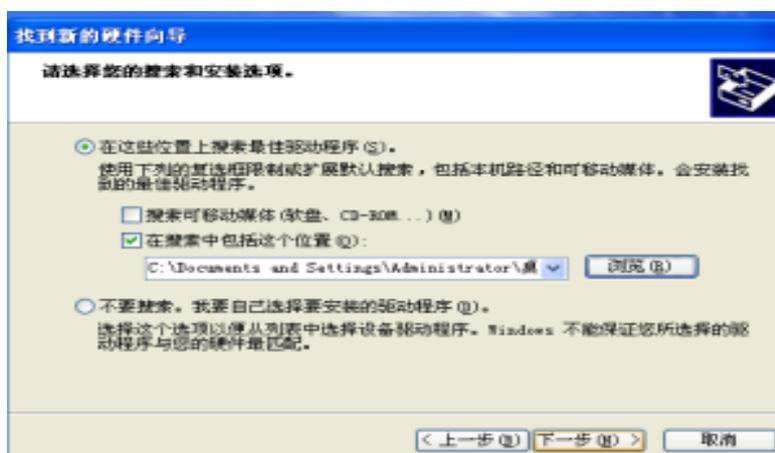

图 8.3 搜索驱动文件位置
4) 选中“搜索设备的最新驱动程序（推荐）”，点击下一步，出现如下图 8.3 显示：